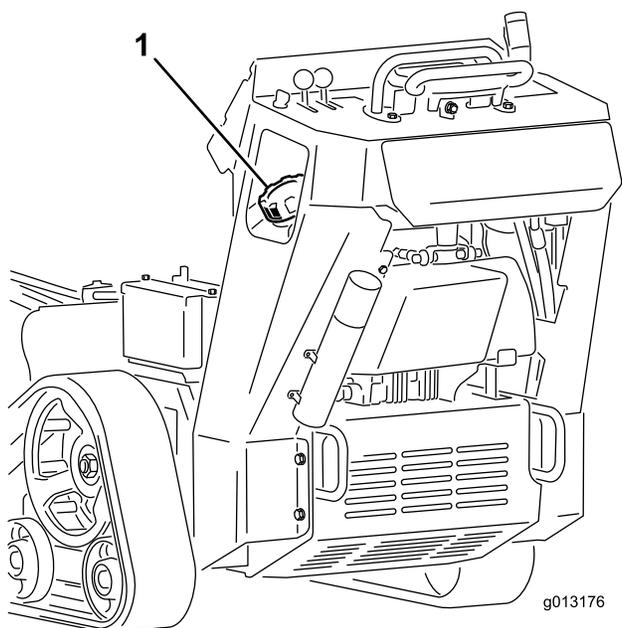

Bild 16
- Reinigen Sie den Bereich um den Tankdeckel herum und nehmen Sie den Deckel ab (Bild 16).